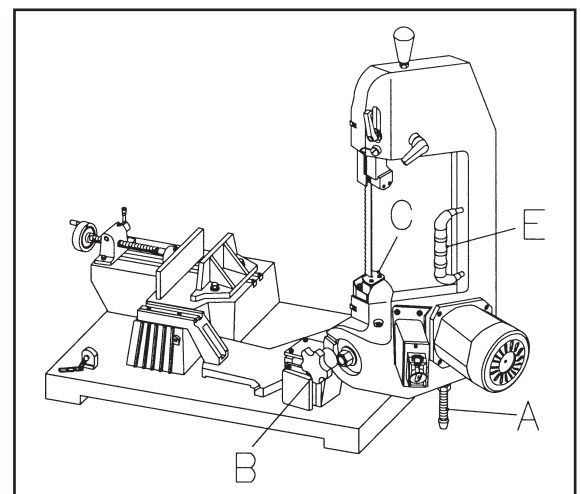

Fig. 7
1. Die Stellschraube (A) Fig. 7 montieren.
2. Den Griff (B) ziehen, den Sägearm in die vertikale Position stellen und den Griff (B) einrasten lassen.
3. Die Schrauben (C) demontieren.
4. Für grössere Schnittbereiche kann der Traggriff (E) demontiert werden.